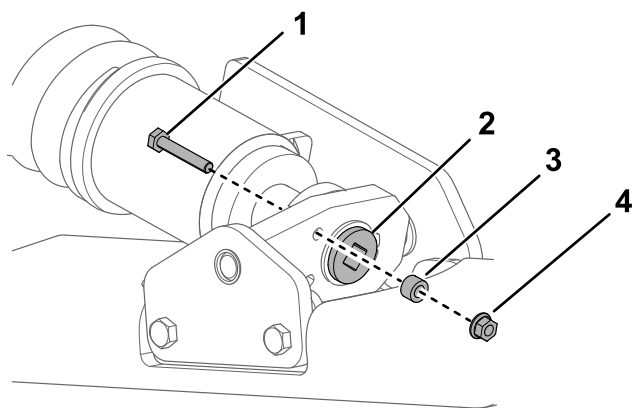

Figura 57
4. Rimuovete il bullone di bloccaggio, il distanziale e il dado (Figura 57).
- Allineate l'intaglio più vicino della vite di tensione al foro del bullone di bloccaggio e fissate la vite con il bullone di bloccaggio e il dado (Figura 57).
- Rimuovete il bullone di bloccaggio, il distanziale e il dado (Figura 57).
- Utilizzando un cricchetto di trasmissione da 1/2", rilasciate la tensione di trasmissione ruotando la vite di tensione in senso orario (Figura 57 e Figura 61).